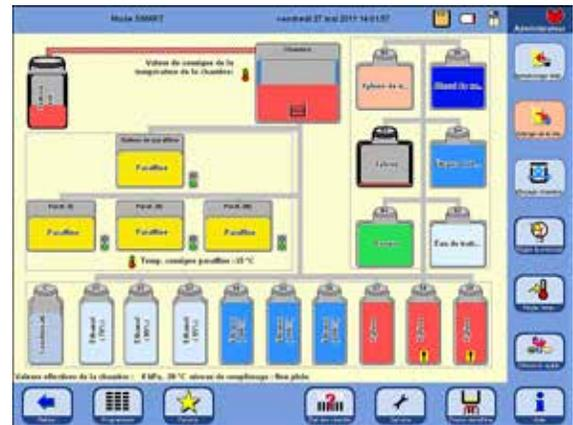

Fig. 166
- L'ensemble du processus est représenté sous forme graphique sur l'écran (vue **ÉCRAN SMART**) (fig. 166, droite).